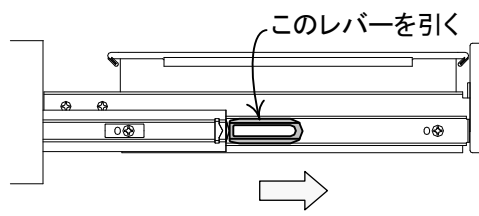

図5
- ②そこまでホーローラックの引出を取り外す。(図5) ※レールのレバーを引張った状態で引出をまっすぐに引き出す